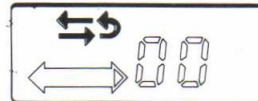
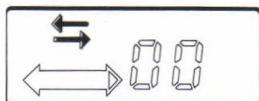

Fig. 1-3d
Fig. 1-3h
- Kies voor **weergave van het lopende spoor met direct daarna het andere** door de "single-reverse mode" te kiezen (Fig. 1-3d). De recorder geeft in feite zonder meer beide sporen weer en stopt dan automatisch.
afgespeeld en **niet** in de "single-reverse" of "continuous-reverse mode". M.a.w. het display mag (en kan) de Fig. 1-3d en 1-3e niet laten zien, wel Fig. 1-3h of 1-3c.
Wilt u onmiddellijk na het eerste spoor verder gaan met opnemen op het andere spoor, zet de recorder dan in de "single reverse mode" (Fig. 1-3d).